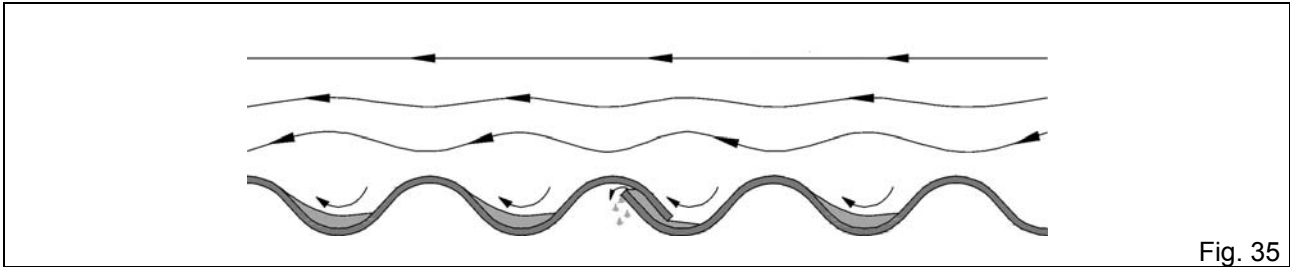
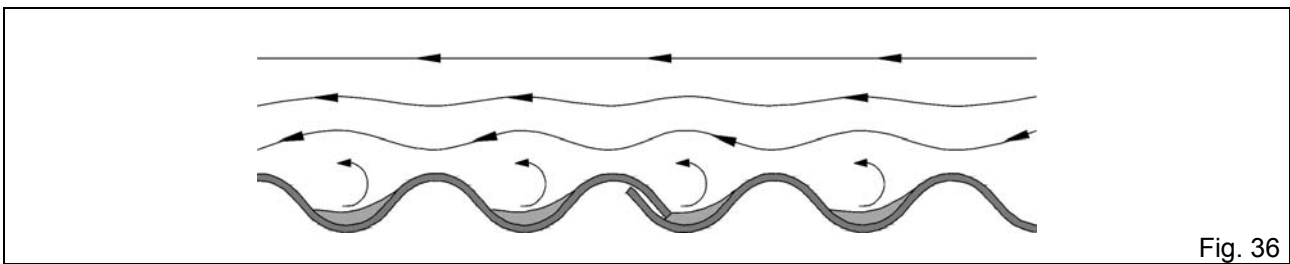

Fig. 35
Fig. 36
- windtunnelproeven toonden aan dat infiltraties onafhankelijk zijn van de plaatsingsrichting en windrichting. Men dacht vroeger dat de wind die dwars over de golven waait het water langs de zijdelingse overlapping naar binnen blies (zie Fig. 35). De windtunnelproeven bewezen echter het tegenovergestelde: er ontstaat in het golfdal een rotatie die het water naar de andere richting opstuwt (zie Fig. 36);